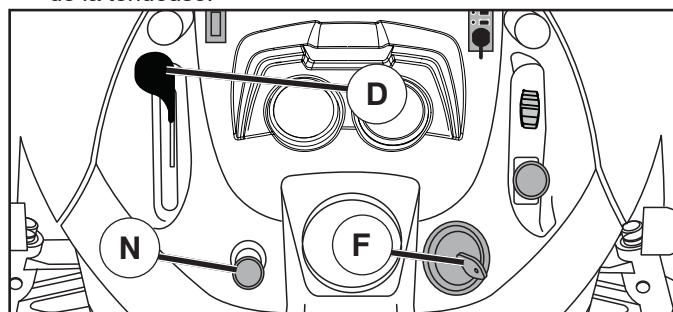

Fig. 7
POUR UTILISER LA COMMANDE DES GAZ (D)(Voir la Fig. 7)
POUR UTILISER L'ÉTRANGLEUR (N) (Voir la Fig. 7)